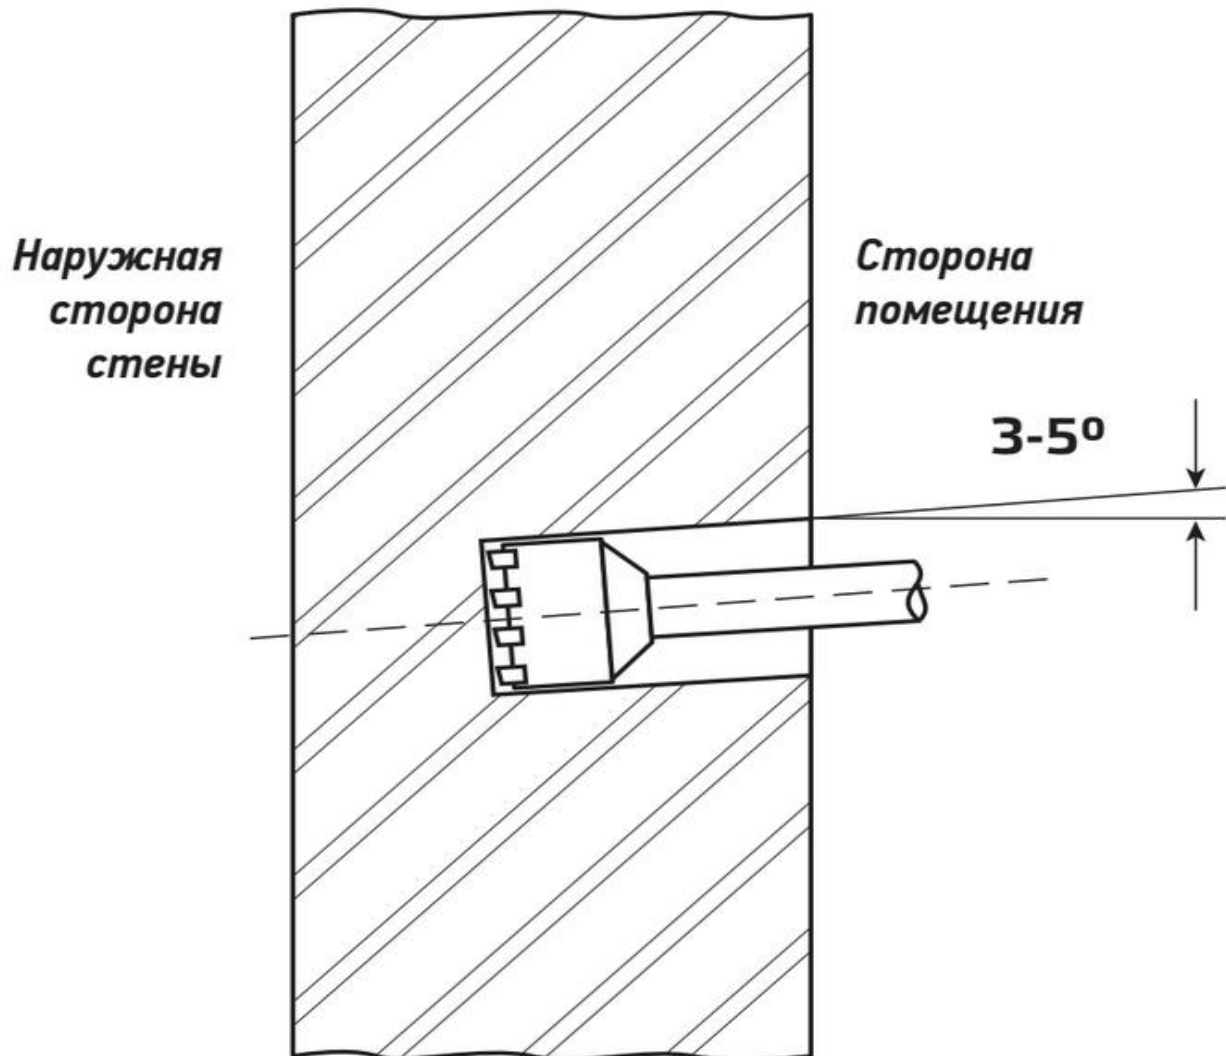

Рис.4. Прокладка канала воздуховода в стене
4.6.5. Пробурить канал воздуховода диаметром 102 мм согласно разметке. Обязательно использование промышленного пылесоса для удаления продуктов бурения и пыли в месте бурения см. рис. 4.